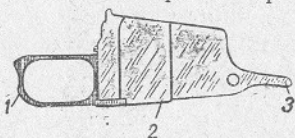

Рис. 21. Магази́нная коробка:
20. Магази́нная коробка (рис. 21) служит для помещения четырех патронов и подающего механизма. Она имеет: щеки, угольник, спусковую скобу и крышку с подающим механизмом.